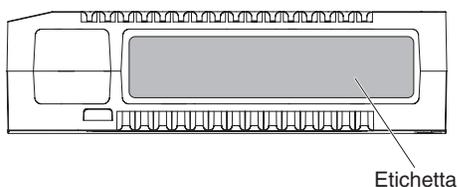

Figure 4. Parte anteriore della cartuccia
**Note:** Posizionare l'etichetta solo sulla parte grigia della cartuccia RDX, come mostrato in Figure 4. Se l'etichetta viene posizionata su un'altra parte della cartuccia RDX potrebbero verificarsi malfunzionamenti durante l'utilizzo della cartuccia e il supporto per unità RDX potrebbe danneggiarsi.